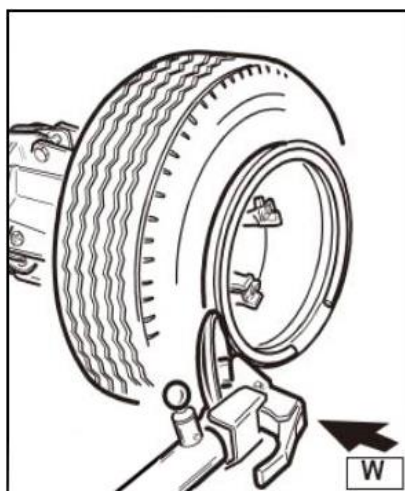

Рисунок 32
- Установите отбортовочный диск к ободу (рис. 32).